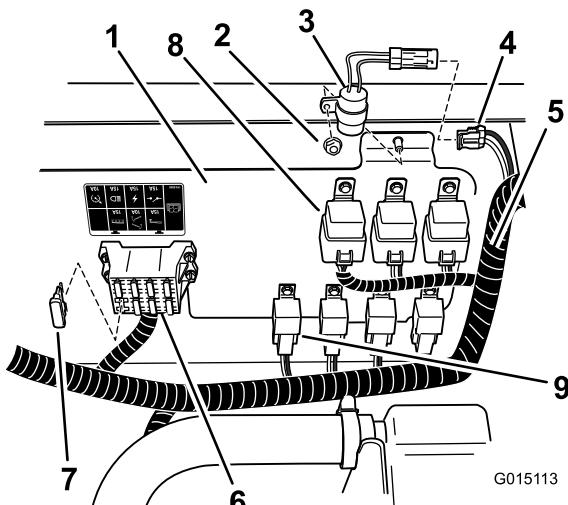

图26
- 从散装零件中找到延时计时器，并用锁紧螺母将它安装在（图26）所示的位置。
- 在主线束中找到标有“Delay Timer”（延时计时器）的接头。通过此接头将计时器连接到主线束（图26）。
- 如（图26）所示在保险丝模块的空槽中安上 40 安保险丝。如果槽中已有较低电流强度的保险丝，请拆下并换成 40 安的保险丝。